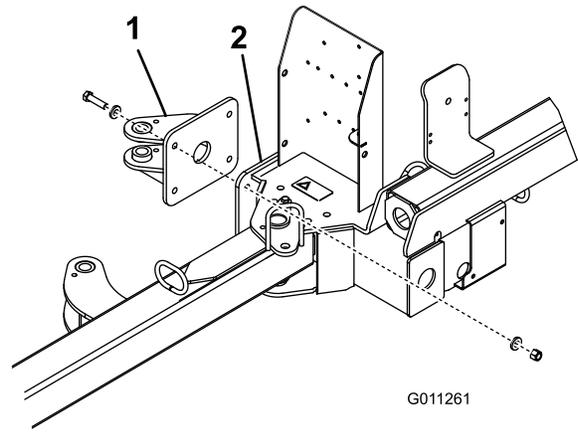

図5
1. 後アクチュエータタブをスーパーのフレームに取り付ける ボルト1/2 x 2インチ4本、平ワッシャ0.531 x 0.0638枚、ロックナット1/2インチ4個を使用する。各コンポーネントは **図5** のように組み付ける。